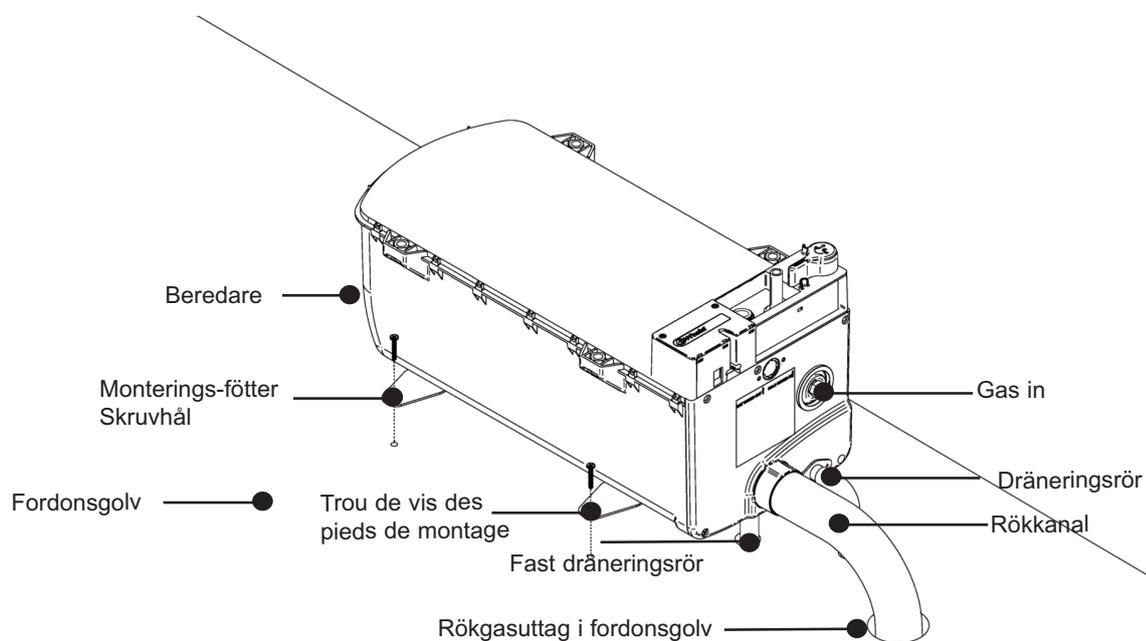

Bild 28 Säkring av beredaren på golvet
- ii. Montera beredaren på fordonsgolvet. Skruvarna **måste** gå igenom monteringsfötterna, se bild 28.